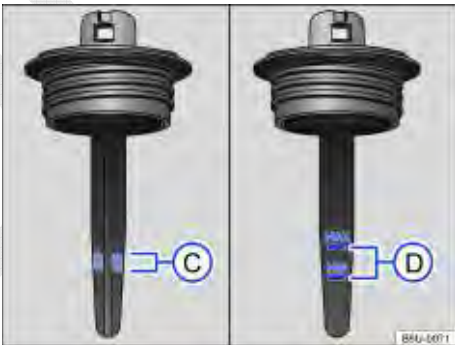

Fig. 113 Marcações para controle do nível do fluido da direção hidráulica.
- Retirar a tampa do reservatório e limpar a haste de medição ⇒ Fig. 113 sob a tampa com um pano limpo ⇒ ⚠.
- Retirar novamente a tampa e verificar o nível do fluido pela região hachurada da haste de medição ⇒ Fig. 113 ©.
- Retirar novamente a tampa e verificar o nível do fluido pelas marcações "MIN" e "MAX" da haste de medição ⇒ Fig. 113 Ⓓ.
- Caso o veículo trafegar com o nível do fluido fora da região ⇒ Fig. 113 © (motor frio) ou Ⓓ (motor quente), o sistema de direção hidráulica será danificado.